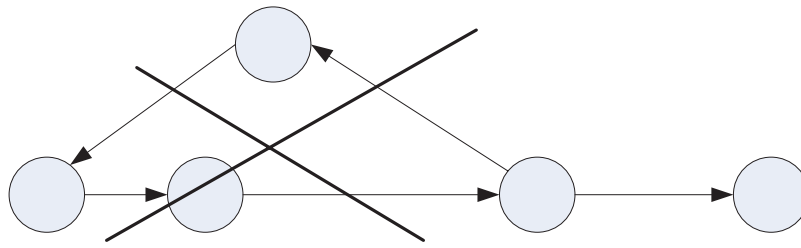

Рис. 5.13. Цикл на мережному графіку
15. Не повинно бути циклів (рис. 5.13).